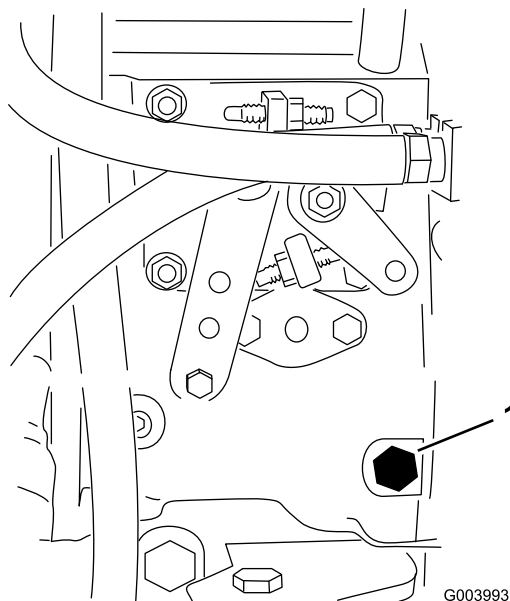

图21
3. 用 12mm 扳手打开燃油喷射泵（图21）上的排气螺丝。